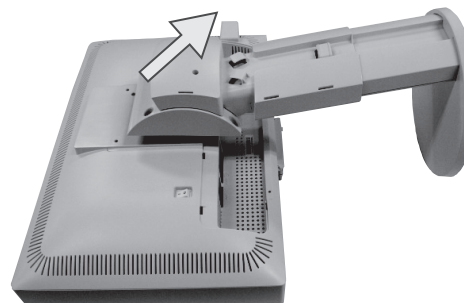

Figura M.4
5. Rimuovere il supporto (**figura M.4**). Il monitor, ora, è pronto per un diverso montaggio.